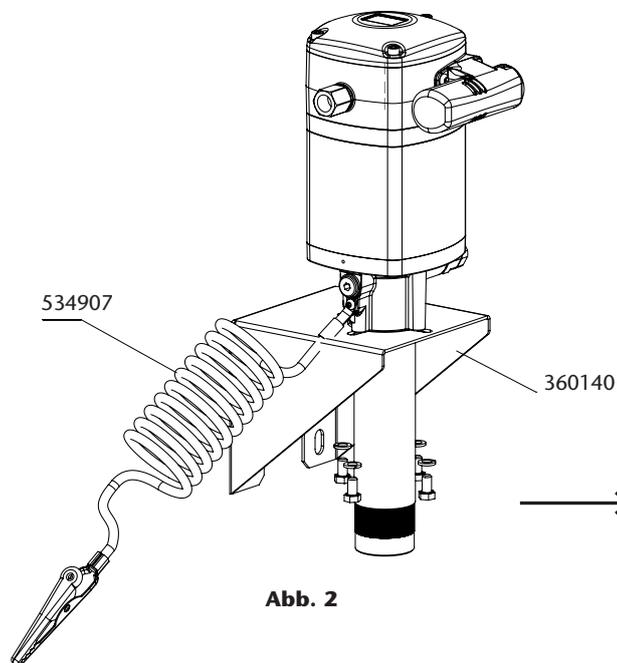

Abb. 2
- b. Настенный монтаж с помощью винтов. Установить насос на настенный кронштейн (360140) и зафиксировать его винтами 4xM8 (рис. 2).